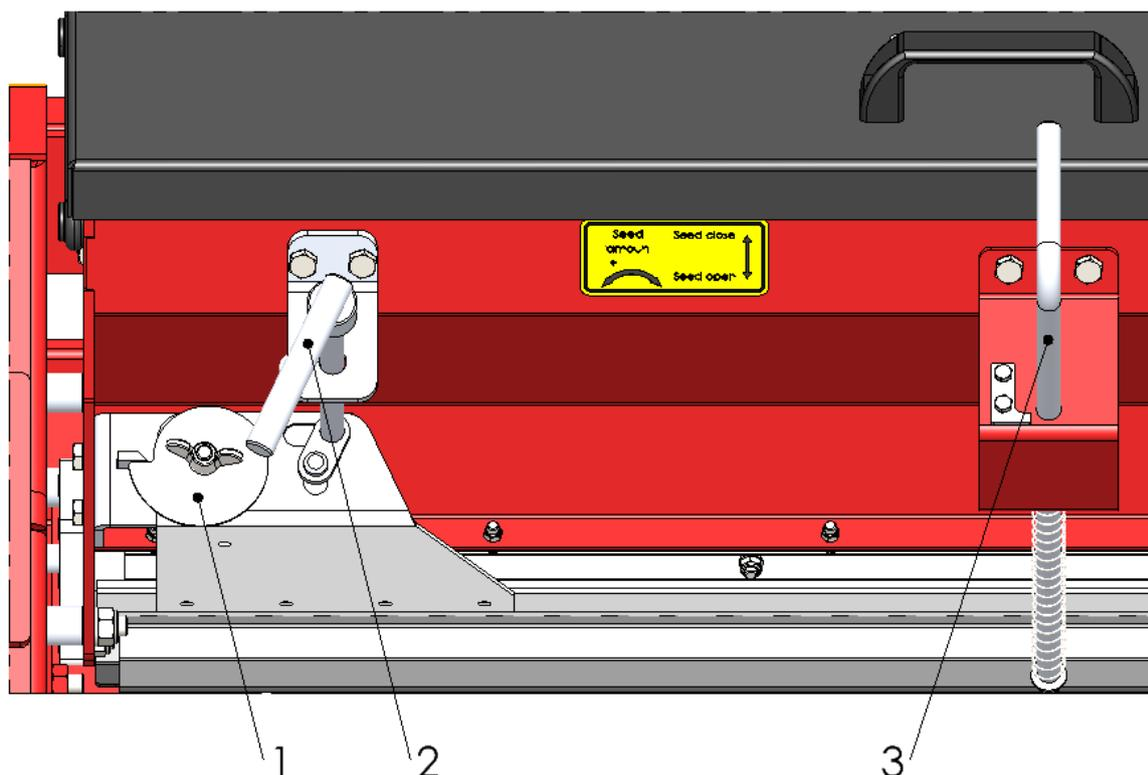

Abbildung 6
Der Cultipack Seeder verfügt über einen Mechanismus, mit dem die Samenmenge exakt eingestellt werden kann. Dieser Mechanismus besteht aus zwei Edelstahlplatten mit Öffnungen darin, die gegeneinander verschoben werden können. Dieses Verschieben führt dazu, dass die Löcher in den Platten mehr oder weniger stark überlappen und daher mehr oder weniger Samen durchlassen. Die Platten können mit dem linken Hebel (2) bedient werden (siehe Abbildung 6).
3. Hebel für die Samenmenge (2) in Minimumstellung stellen (Abbildung 6).
4. Kontrollieren, ob die Einstellschraube (1) in der richtigen Stellung steht.
7. Den Hebel (2) zur Einstellung der Samenmenge in Maximumstellung stellen.
2. Den Hebel für die Samenmengeneinstellung (2) auf Minimumstellung stellen (Abbildung 6).
7. Die richtige Position der Einstellschraube schätzen und die Schraube (1) auf den geschätzten Wert drehen. Wenn kein Wert geschätzt werden kann, ist 65 ein guter Ausgangspunkt (siehe Abbildung 6).
8. Den Hebel, mit dem die Samenmenge beeinflusst werden kann (2), auf Maximumstellung drehen (siehe Abbildung 6).
9. Den rechten Hebel (3) in „Seed open“-Stellung stellen.
10. Den Motor starten, 20 Meter zurücklegen, den rechten Hebel (3) in „Seed closed“-Stellung stellen und den Motor wieder abstellen.
13. Wenn der Cultipack Seeder zu viel oder zu wenig Samen streut, muss die Einstellschraube (1) neu eingestellt werden. Einschätzen, was eine bessere Einstellung sein könnte, und die Schraube verdrehen (siehe Abbildung 6). Alle Schritte wiederholen.